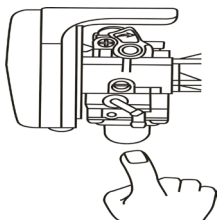

Fig. 12
- Poussez l'amorce 5 fois, Fig. 12